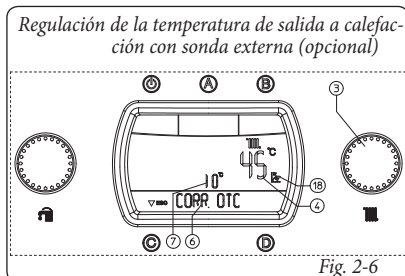

Fig. 2-6
- **Работа в режиме приоритета ГВС.** При нажатии на кнопку "B" отключается функция приоритета ГВС, которая обозначается отключением на дисплее (24) условного знака (15). При отключённой функции, вода в горелке поддерживается при температуре 20°C в течении 1 часа, предоставляя приоритет отоплению помещения.
- **Работа с внешним пробником (Fig. 2-6) (опция).** В том случае, если установка работает с факультативным внешним пробником, температура подачи на отопление помещения, управляется с помощью внешнего пробника в зависимости от измеряемой внешней температуры (Параг. 1.6 и Параг. 3.7 в разделе "TERMOREG"). Настоящую температуру можно изменять в диапазоне от -15°C до +15°C относительно кривой регулирования (Илл. 1-8 Значение Offset).
selector (3) se mantiene activa para cualquier temperatura exterior medida, y la diferencia de temperatura es señalizada por medio del indicador (7); con el indicador (4) se visualiza la temperatura actual de salida y, pocos segundos después de ser modificada es actualizada, y en el display aparece escrito "CORR OTC" (Fig. 2-6). Girando el selector (3) en sentido horario la temperatura aumenta y antihorario se reduce.